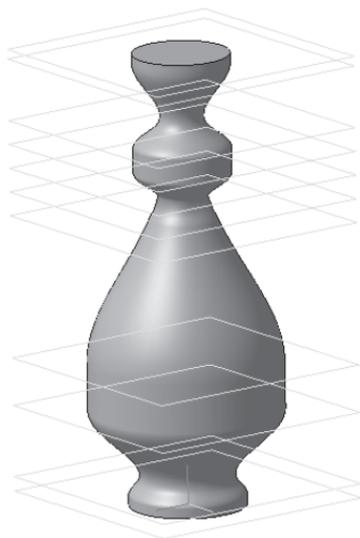

Рис. 262
- уточните форму модели. На строке **Меню** выберите **Сервис – Параметры**, после щелчка ЛКМ раскроется диалоговое окно, укажите **Текущая деталь – Точность отрисовки и МЦХ**. «Бегунок», удерживая ЛКМ, переведите в положение **Точно – ОК** (рис. 262).